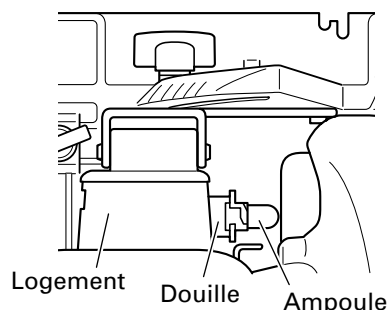

Fig. 24 (Vue du haut)
- (3) Retirer l'ampoule de la douille. (Fig. 24)